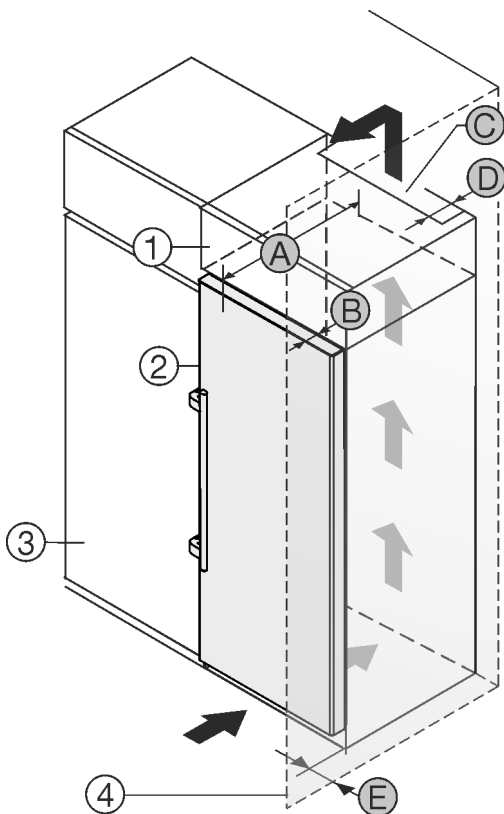

Fig. 2
Puede colocar el electrodoméstico junto al armario de cocina *Fig. 2 (3)*.*
En la parte posterior del armario superior debe estar disponible un pozo de ventilación con la profundidad *Fig. 2 (D)* sobre la totalidad del ancho de armario superior.*
Debajo del techo debe respetarse la sección transversal de ventilación *Fig. 2 (C)*.*
Si el electrodoméstico se instala con las bisagras al lado de una pared *Fig. 2 (4)*, la separación entre el mismo y la pared debe ser de por lo menos 57 mm. Esto corresponde a la parte que sobresale de la manija con la puerta abierta.*
A fin de poder abrir completamente la puerta, el electrodoméstico debe sobresalir alrededor de la profundidad de la puerta *Fig. 2 (B)* en comparación con la parte frontal del armario de cocina. Dependiendo de la profundidad del armario de cocina *Fig. 2 (3)* y el empleo de separadores de pared el aparato puede sobresalir aún más.*